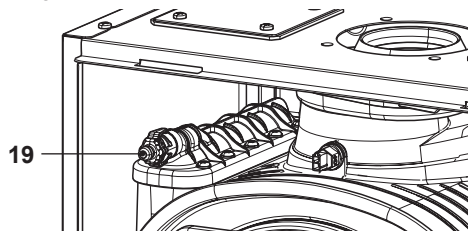

Figura 6.4
- Antes de aflojar el racor de purga del intercambiador primario de condensación 19 en la Figura 6.4, conecte un tubito de desagüe al portagoma para que fluya el agua de salida.